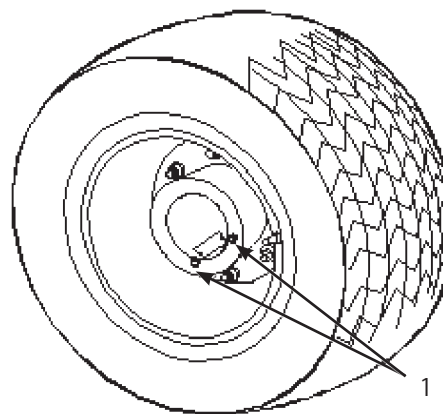

図44
1. 平らな場所で、点検/ドレン・プラグが一番下の位置（ドレン位置）にくるようにして、駐車する；図44を参照。
3. ドレン・プラグの下に容器を置き、プラグ (図44) を外す。